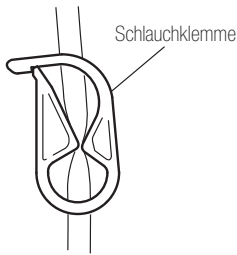

Abb. 12
- 1) Schließen Sie die Schlauchklemme zwischen der Schlauchnadel und der Kühlmittelpumpe wie in Abb. 12 an.